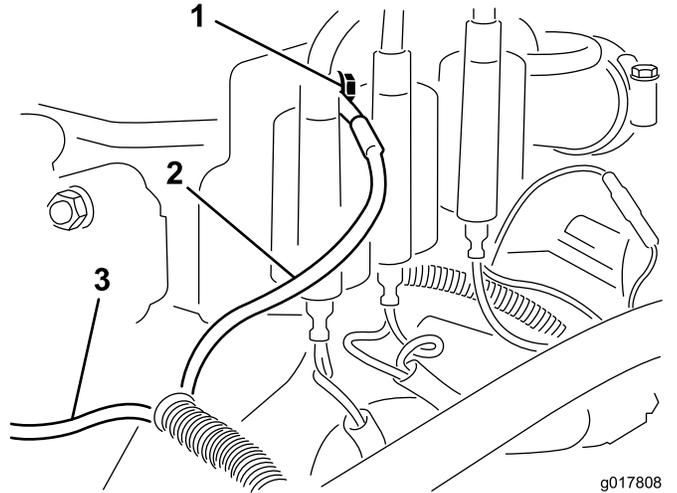

図 5
9. ワイヤハーネスの黒い線をエンジンにアースする ; コイルボルトまたは適当なアース部材を使用する (図 5)。